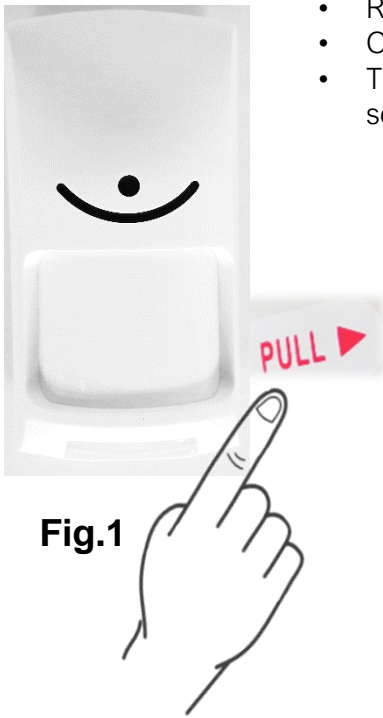

Fig.1
- Rimuovere la protezione sulla batteria. Fig.1
- Remove the protection on the battery. Fig.1